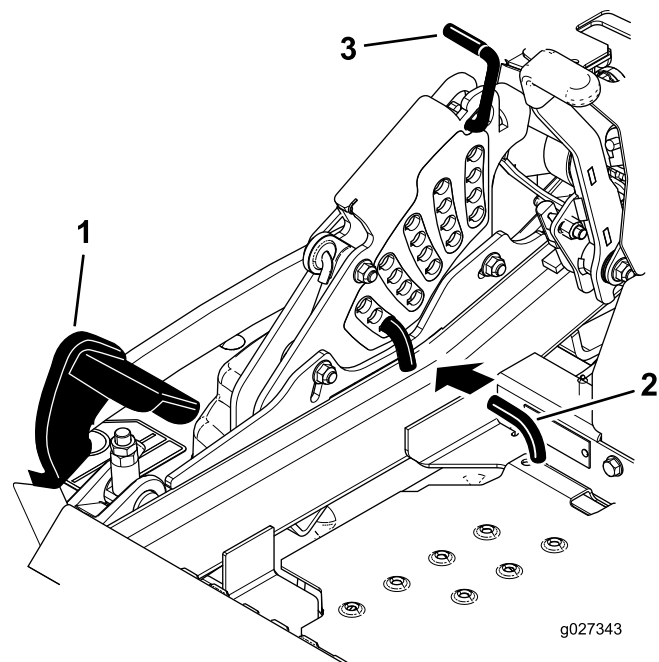

Figura 31
2. Empurre o pedal de elevação da plataforma com o pé e suba a plataforma de corte até à posição de transporte (também a posição da altura de corte de 140 mm) como se mostra na Figura 31.
3. Para ajustar, rode o pino 90 graus e remova o pino do suporte da altura de corte (Figura 31).
4. Selecione um orifício, no suporte da altura de corte, que corresponda à altura de corte desejada e insira o pino (Figura 31).